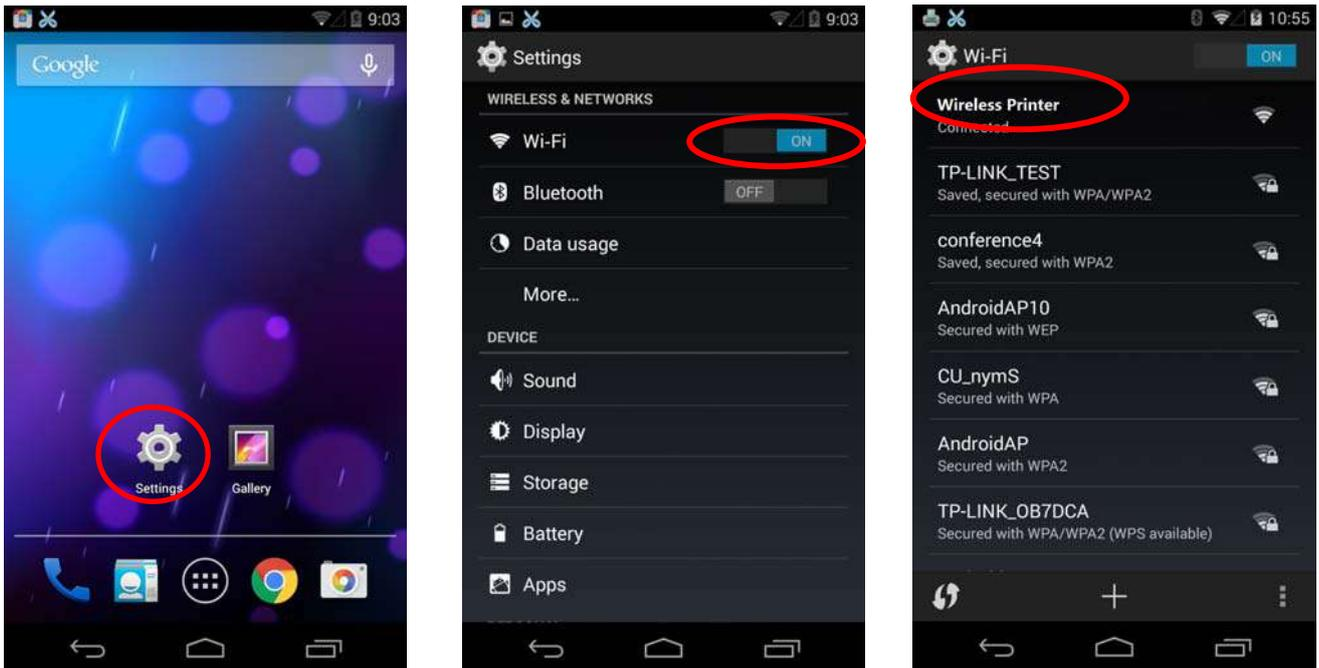

Figura 2
2. Haga clic en “configuración” y la interfaz aparecera. Encienda la función Wi-Fi luego haga clic en la impresora buscada por el telefono para conectarse. El nombre por defecto de la impresora está compuesto por el modelo de la impresora + 6 números y letras (Figura 2)